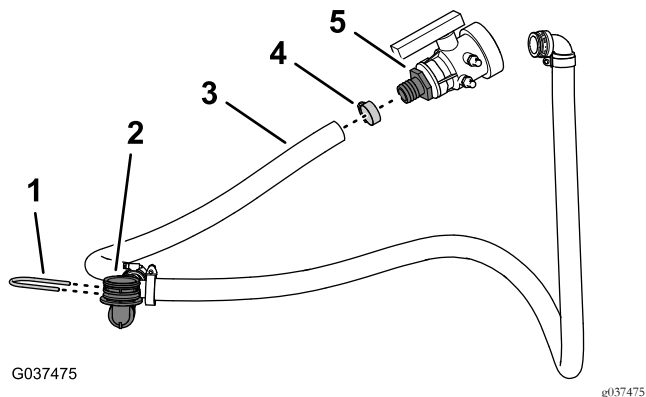

Рисунок 31
- Снимите шланговый хомут, который крепит штуцер типа «елочка» сливного крана к сливному шлангу, и снимите этот штуцер со шланга (Рисунок 31).